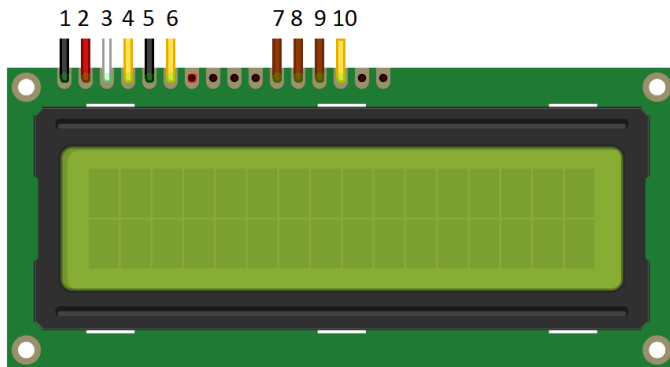

Figura 8: *Display* de cristal líquido LCD 16x2.
1. Na aula de hoje, aprendemos a trabalhar com o *display* de cristal líquido (LCD 16x2). Na Figura 8, temos a imagem do LCD usado em aula. Identifique a função de cada pino.